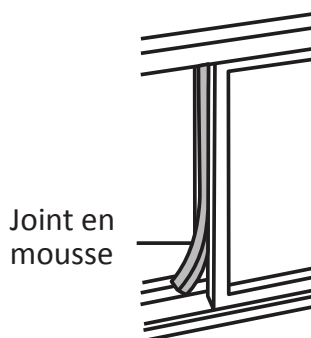

Fig.15
- Coupez le joint en mousse à la longueur appropriée puis fermez hermétiquement l'espace ouvert entre les châssis supérieur et extérieur de la fenêtre. Voir Fig. 15